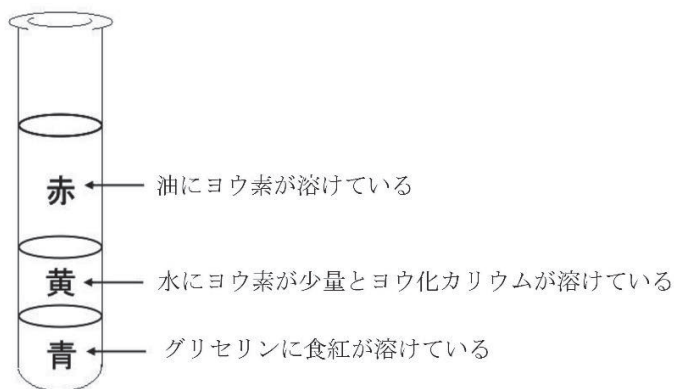

図1
- (1) ボトルの中に水と油を入れ、ボトルウェーブを作ります。上の層が油で、下の層が水です。
- (2) この中に市販のヨードグリセリンをスポイトで入れてから、ボトルをひっくり返して混ぜます。すると、上の油の層が赤色、下の水の層が黄色になります。
- (3) さらに、青色食紅で色をつけたグリセリンをボトルに静かに注ぐと、上から赤色・黄色・青色の3つの層に分かれます。図1のとおり、信号機ボトルの完成です。
- (4) 再び、ボトルをひっくり返して混ぜると、黄色と青色の層が混ざり緑色の層ができます。赤色と緑色の2層になります。
- (5) 次に、スポイトで1%デンプン溶液を入れて混ぜると、ヨウ素デンプン反応によって、下層の緑色が黒っぽくなります。
- (6) 今度は、カルキ抜きとして市販されているハイポを1粒入れてゆっくりふると、下層の部分だけが、青色に変化します。これは、ヨウ素とハイポが化学反応を起こし、無色の物質になるので、青色の食紅の色だけが現れるからです。これで、ボトルの中で色が3回変わることになります。
- (7) 最後に、水に浮き、油に沈むビーズを入れれば、きれいなボトルウェーブの完成です。